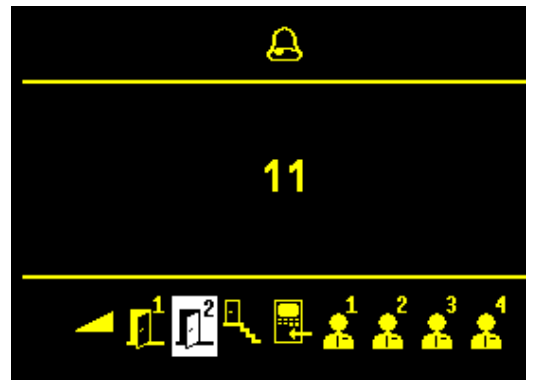

Abb. 10: Ruftonauswahl
**i** Die Nummer des Ruftones (z.B. 11) wird im Display angezeigt (Abb. 10). Der ausgewählte Rufton wird wiedergegeben und gespeichert.